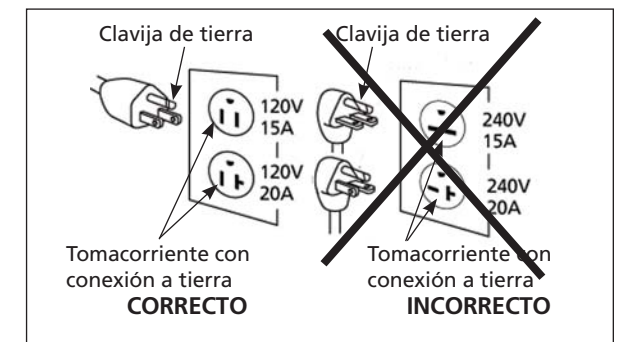

Figura 3 - Método de conexión a tierra
- Este producto debe usarse en un circuito para 120 voltios nominales y tiene un enchufe para tierra parecido al que aparece en la Figura 3.
1. Este producto es para usarse en un circuito con 120 voltios nominales. Debe estar conectado a tierra. En caso de cortocircuito eléctrico, la conexión a tierra reduce el riesgo de descarga eléctrica al proporcionar un cable de escape para la corriente eléctrica. La unidad está equipada con un cable que tiene una clavija de tierra. Encajará en uno de los tipos comunes de tomacorriente que se muestran en la Figura 3. Si el enchufe no encaja en el tomacorriente deseado, haga que un electricista calificado cambie el enchufe o el tomacorriente.